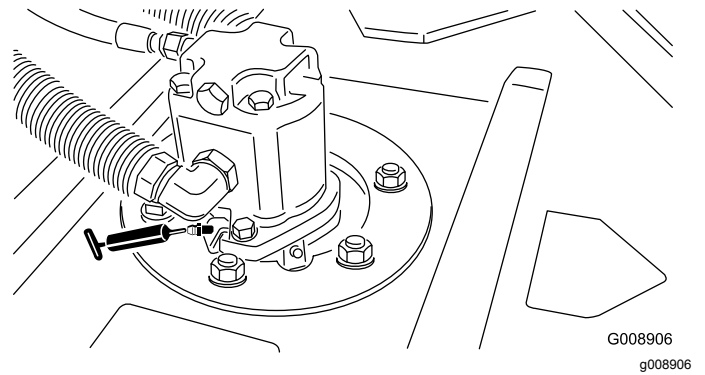

Bild 41
- 2 (pro Mähwerk) Mähwerkspindelwellenlager (Bild 41)